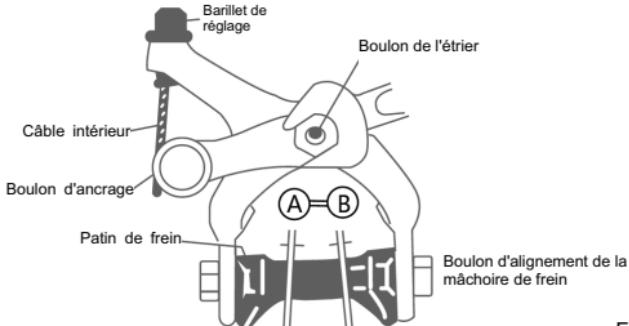

Figure 8
- c. Les deux patins doivent avoir la même distance par rapport à la jante de la roue, environ 1-2 mm. Ils peuvent être réglés avec les boulons d'alignement des mâchoires de freins. (Figure 8)